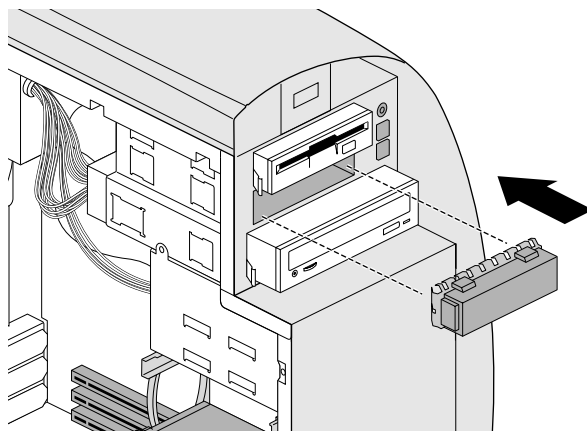

図 4-9 リムーバブルドライブベイへのカバープレートの取り付け
7. ドライブを再び取り付けない場合は、ベイの開口部にカバープレートを取り付けます（図 4-9）。